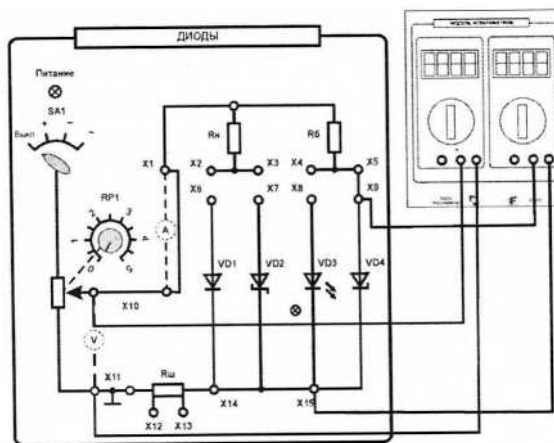

Рис. 3
3.3.2. Собрать схему параметрического стабилизатора напряжения (рис. 3). Выключить электропитание стенда. Переключатель $SA1$ модуля диодов установить в позицию «-».
Собрать схему для исследования светодиода ($VD3$) на постоянном токе (аналогично схеме по рис. 3). Включить питание модуля диодов (выключатель $SA1$ в позицию «+») и увеличивая положительное входное напряжение от 0 с помощью потенциометра $RP1$, измерять напряжение на светодиоде и ток светодиода. Установить при этом степень светоизлучения (отсутствует, слабое, среднее, сильное). Результаты занести в табл. 8.